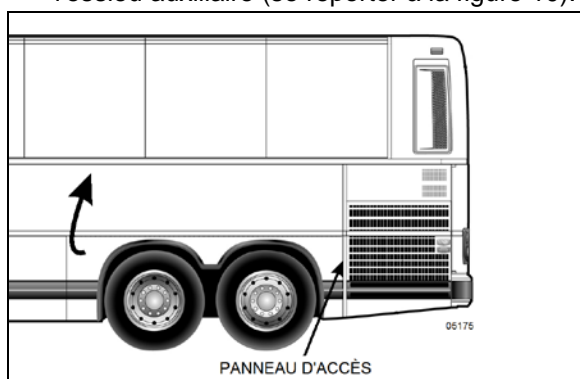

FIGURE 10 : PANNEAU D'ACCÈS (TYPIQUE)
- Retirer les 4 vis et déposer le panneau d'accès situé derrière la roue gauche de l'essieu auxiliaire (se reporter à la figure 10).